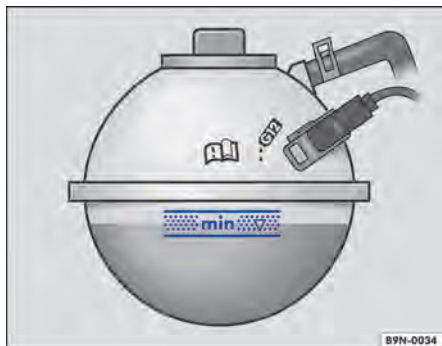

Fig. 225 No compartimento do motor: marcação no reservatório de expansão do líquido de arrefecimento do motor.
- Com o motor frio, verificar o nível do líquido de arrefecimento do motor pela marca lateral do reservatório de expansão do líquido de arrefecimento do motor ⇒ Fig. 225.
- Reabastecer somente com líquido de arrefecimento do motor **novo** conforme a especificação da Volkswagen ⇒ Página 347 ⇒ ❶.
- O nível do líquido de arrefecimento do motor deve permanecer dentro da marcação do reservatório ⇒ Fig. 225. **Não completar acima da borda superior da área demarcada ⇒ ❶!**
- Se em caso de emergência não houver à disposição líquido de arrefecimento do motor dentro da especificação exigida ⇒ Página 347, não utilizar nenhum outro aditivo para o líquido de arrefecimento do motor! Em vez disso, completar a seguir somente com **água destilada** ⇒ ❶. Depois disso, a mistura com a proporção correta de aditivo do líquido de arrefecimento do motor ⇒ Página 347 deve ser restabelecida o mais rápido possível.
- Abastecer com líquido de arrefecimento do motor somente até a borda superior da faixa marcada ⇒ Fig. 225. Caso contrário, ao aquecer-se, o líquido excedente será expulso do sistema de arrefecimento do motor e poderá ocasionar danos.